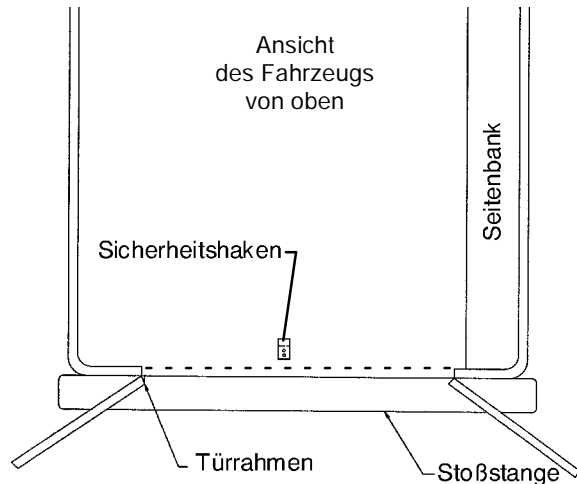

Abbildung 4 - Position des Sicherheitshakens
3. Der Sicherheitshaken soll in der Mitte des Sicherheitsbügels der Trage angebracht werden (Abbildung 4). Darauf achten, dass der Haken im Fahrzeug nach vorne zeigt.